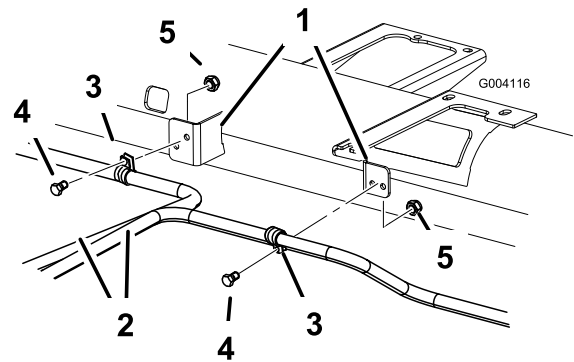

Figure 12
1. Reposez les colliers en R retirés précédemment au moyen de 2 vis et contre-écrous pour fixer les tubes hydrauliques sur le cadre de la machine, comme montré à la Figure 12.